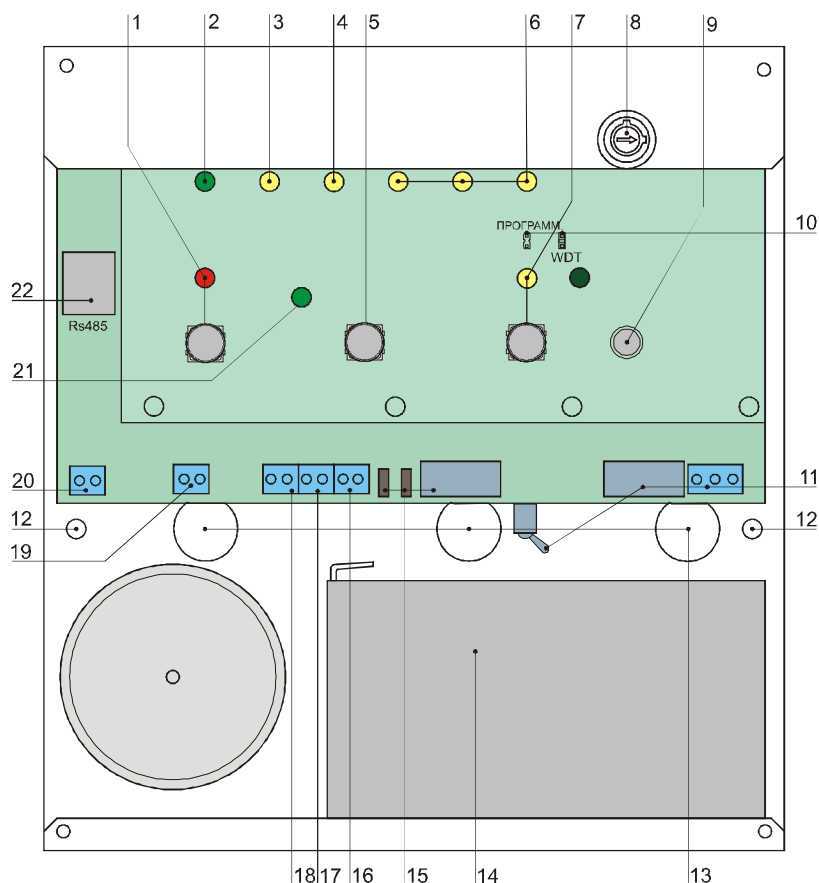
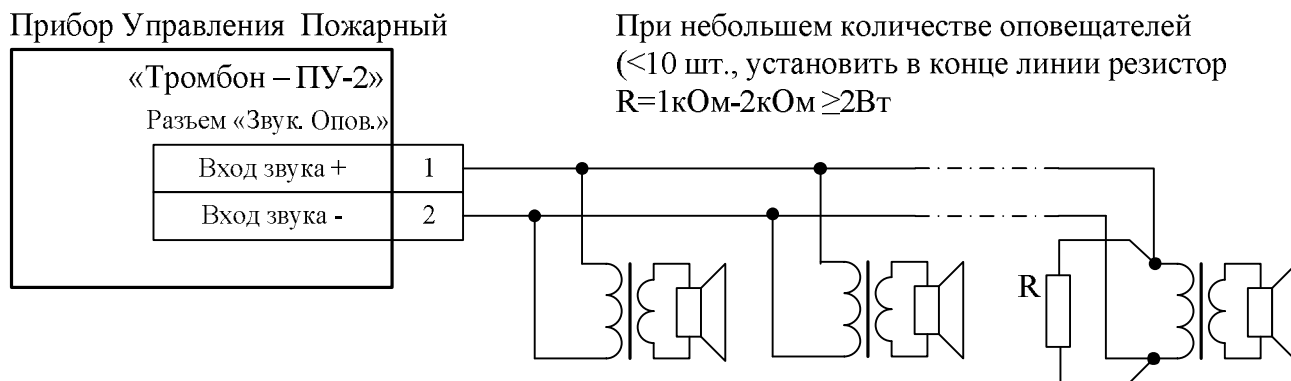

Рис. 2. Вид на прибор Тромбон - ПУ-2 со снятой крышкой
Рис. 8. Схема подключения речевых оповещателей к прибору Тромбон – ПУ-2.
5.3. Подключить к Прибору линию связи с ППКП (прибором приемным контрольным пожарным). Для подключения к ППКП у прибора Тромбон – ПУ-2 имеется специальный вход «Пожар» (Рис. 2 поз. 18). Этот вход может быть подключен как к релейному выходу ППКП, так и к выходу типа «открытый коллектор». Вход тревоги Прибора имеет функцию контроля исправности линии связи с ППКП. Эта функция может быть программно отключена. В зависимости от необходимости контроля линии связи, возможны два варианта подключения Прибора к ППКП:
Подключение к компьютеру или сопряженной системе безопасности выполняется через порт «RS485» (рис. 2, поз. 22) кабелем «Витая пара». Назначение контактов разъема «RS485» приведено на рисунке 7. Подключение выполняется по 2-х проводной линии, используется только одна пара контактов порта «А» - «В» (или «Y» - «Z»), (обе пары контактов равноправны, внутри прибора между ними установлены перемычки). Заземление Прибора, при связи по линии RS485 обязательно! При длинной линии связи необходимо использовать третий проводник для соединения цепи «Общий».
5.5. Подключение линии связи с речевыми оповещателями (линии звукового оповещения). Линия подключается к разъему «Звук. Опов.» (рис. 2, поз. 19). Все оповещатели подключаются к одной двухпроводной линии связи параллельно, см. рисунок 8. Полярность подключения значения не имеет. Однако необходимо, чтобы все оповещатели установленные в одном помещении, имели одинаковую полярность подключения.
5.7. Подключение к выходам «Неисправность» и «Пуск» (рис. 2, поз. 16, 17). Выходы «Неисправность» и «Пуск» предназначены для передачи информации о состоянии Прибора в другие системы. Оба выхода выполнены по схеме «Открытый коллектор», поэтому при подключении к ним необходимо соблюдать полярность. Назначение контактов выходов указано на рисунке 12.
5.8. Разъем «220В» (рис. 2, поз 11) предназначен для подключения Прибора к сети питания переменного тока 220В 50Гц. Средний контакт разъема предназначен для подключения прибора к шине защитного заземления.